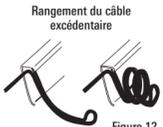

Figure 12
**Câble excédentaire** : Si le câble est un peu long et que vous devez ranger l'excédent quelque part, placez le câble que vous aurez tiré des deux directions de façon à ne former qu'une seule boucle. Doublez le câble à partir de ce point et enroulez-le en spirale. Le fait de ranger l'excès de câble de cette manière peut contribuer à réduire les interférences électroniques. (Figure 12)